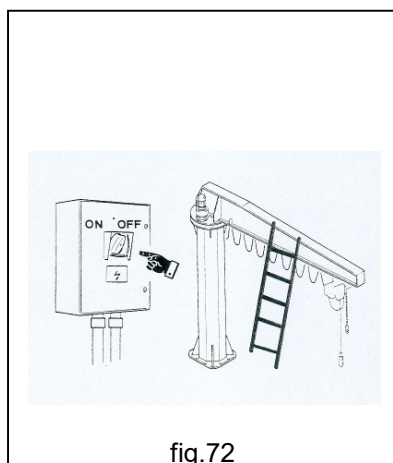

fig.72
- **SIEMPRE** desconecte la tensión de alimentación de la máquina en caso de inspecciones, reparaciones, intervenciones de mantenimiento de rutina (fig.72).